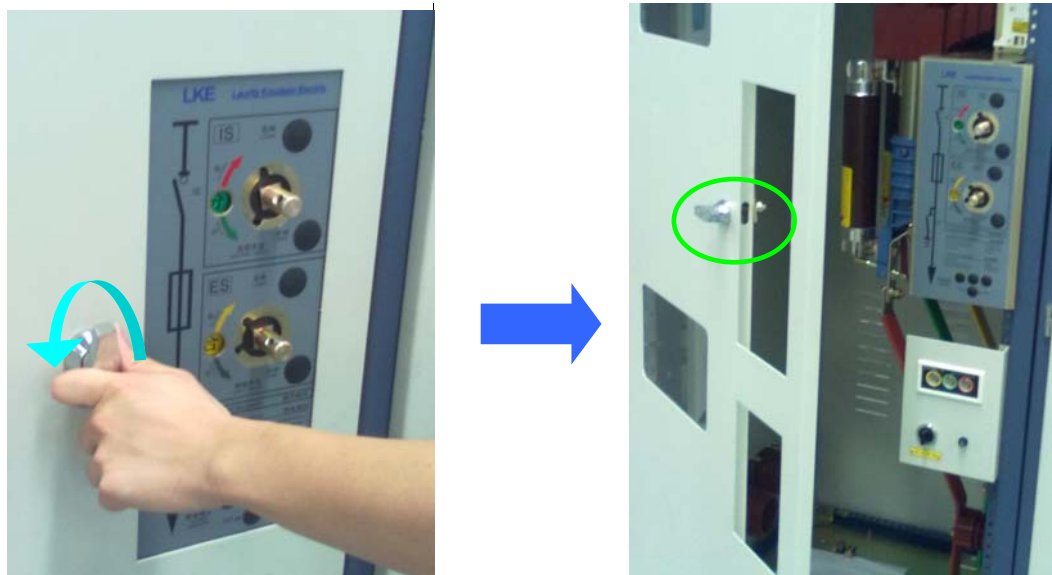

图 21 开前中门
- 开前中门: 握紧门手把向逆时针方向转动, 打开前中门。(如图 21)